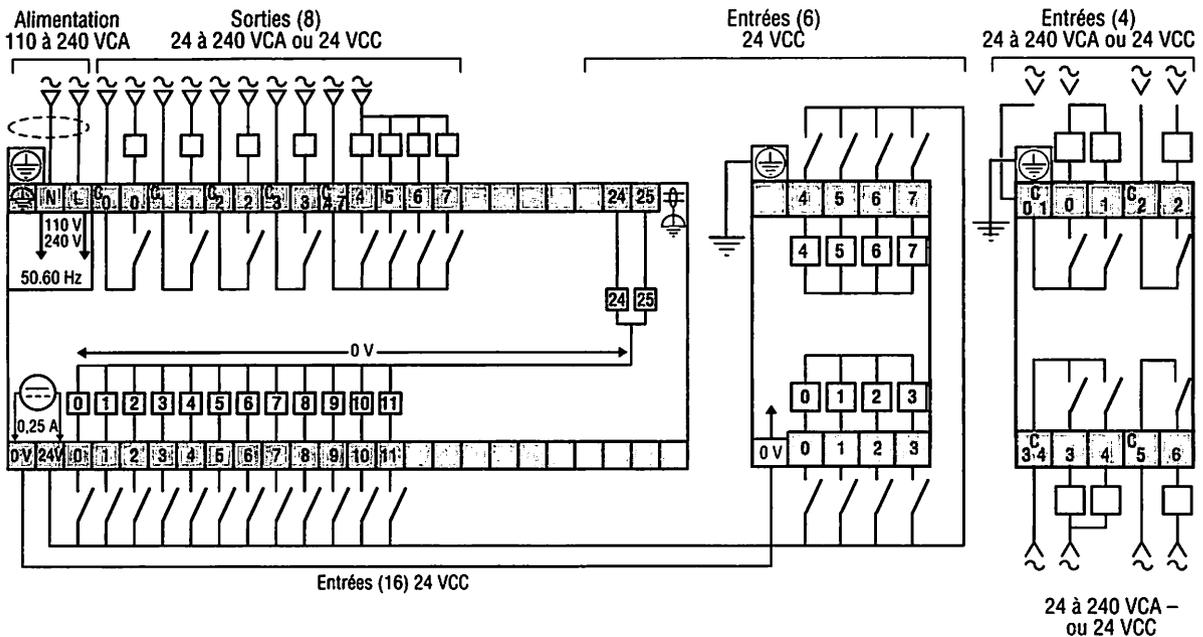

Fig. 19 : Schéma de raccordement de l'automate et des modules d'extension.
- le schéma de raccordement des extensions automate (fig. 19),